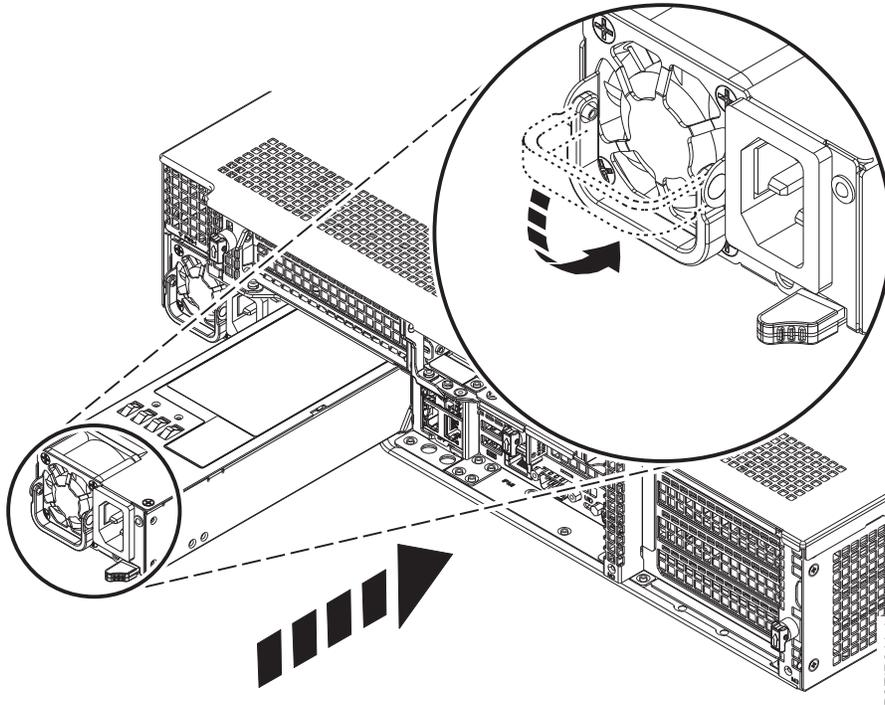

Figure 71. Remplacement d'une alimentation dans le système
2. Alignez l'alimentation avec la baie comme indiqué dans la figure 71, à la page 108. Le ventilateur se trouve à gauche et le connecteur à droite. Faites glisser l'alimentation dans le système jusqu'à son enclenchement.